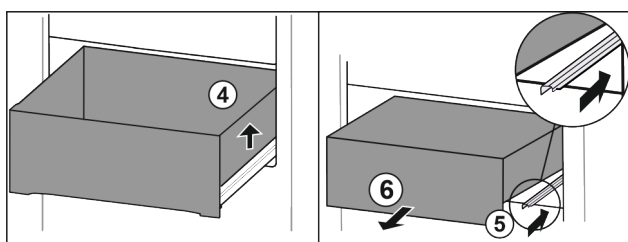

Fig. 24
- ▶ Unieść szufladę po prawej. Fig. 24 (4)
- ▶ Wsunąć prawą szynę. Fig. 24 (5)
- ▶ Wyjąć szufladę do przodu. Fig. 24 (6)